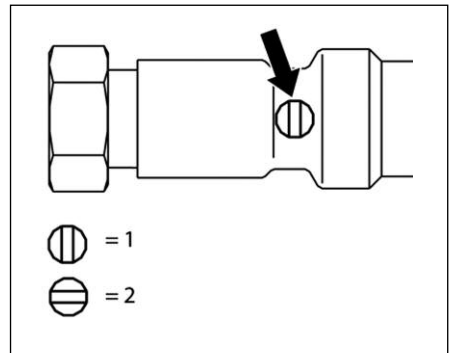

Abb. 27: Sperrventil
1. Befüllvorrichtung (nicht im Lieferumfang) an Anschluss (6) anschließen.
2. Sperrventil (1) öffnen (Abb. 27).
3. Kugelhähne (3) und (4) müssen geöffnet sein.
4. KFE-Hahn (5) langsam öffnen (längs zur Leitung) und Anlage auf den gewünschten Anlagedruck füllen.
5. Über das Entlüftungsventil (2) die Anlage entlüften.
6. Nach dem Befüllen und Entlüften das Sperrventil (1) in Betriebsstellung bringen (Abb. 27), und den KFE-Hahn (5) schließen.